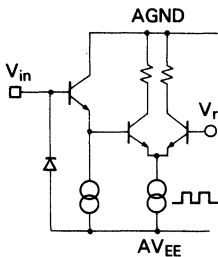

Fig. 1 Analog input
**3. Analog Input (Vin) (See Fig. 1.)**